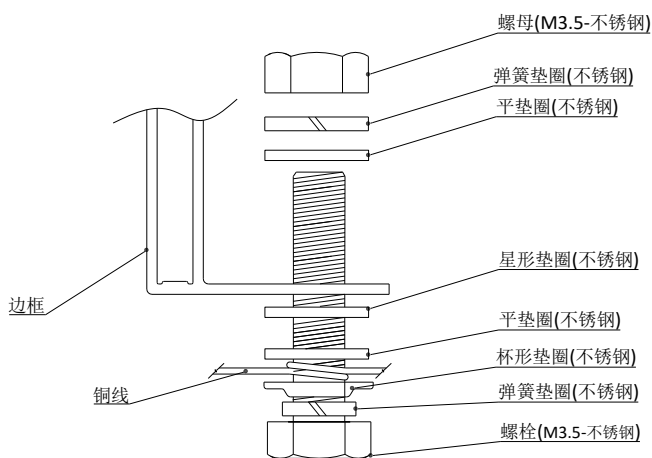

图 10
- 接地螺栓必须使用不锈钢材质，用在指定的接地孔上。首先插入 M3.5 不锈钢螺栓穿过弹簧垫圈，平垫圈，杯形垫圈（直径 2.1mm 的铜导线），星形垫圈，然后通过边框的接地孔，平垫圈，弹簧垫圈，最后使用 M3.5 的螺母拧紧，请注意：导线的温度上限为 85℃，安装示意图 10。